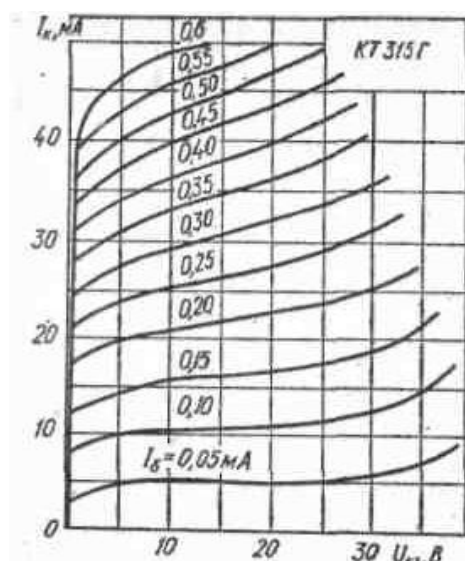

Рисунок 5.1 - Сімейство вихідних ВАХ БТ
2. Пояснити хід вихідних ВАХ БТ на прикладі рис.5.1 та визначити ті параметри, які визначаються сімействами вхідних ВАХ.